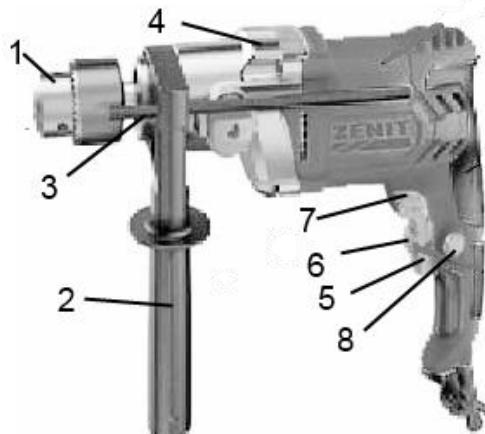

Рисунок 1
Виріб має два режими свердління: ударно-обертальний і обертальний. Перемикання режимів роботи виробу здійснюється переведенням перемикача (4) (див. рис.1) у позиції до відповідного символу режиму роботи:
- ударно-обертальний режим - перемикач (4) повинен бути переведеним до упору у бік символу
- обертальний режим - перемикач (4) повинен бути переведеним до упору у бік символу
4.2 Виберіть необхідний режим роботи виробу за допомогою перемикача (4) (див. рисунок 1). Перемиканням режимів роботи виробу здійснюється переведенням перемикача (4) (див. рис.1) з одного крайнього положення в інше в бік відповідного символу режиму роботи:
- ударно-обертальний режим - перемикач (4) повинен бути переведеним до упору у бік символу ;
- обертальний режим - перемикач (4) повинен бути переведеним до упору у бік символу .